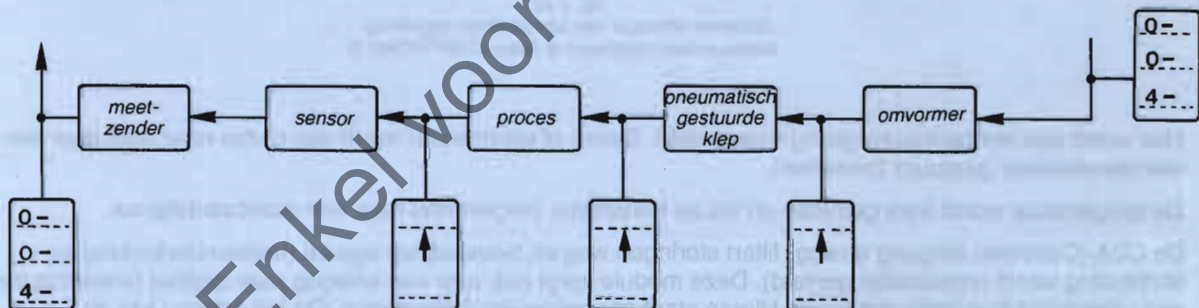

Fig. 2.21
4. Vul de standaardwaarden in op de verschillende punten in de signaallijn van een gestandaardiseerd proces in fig. 2.21.